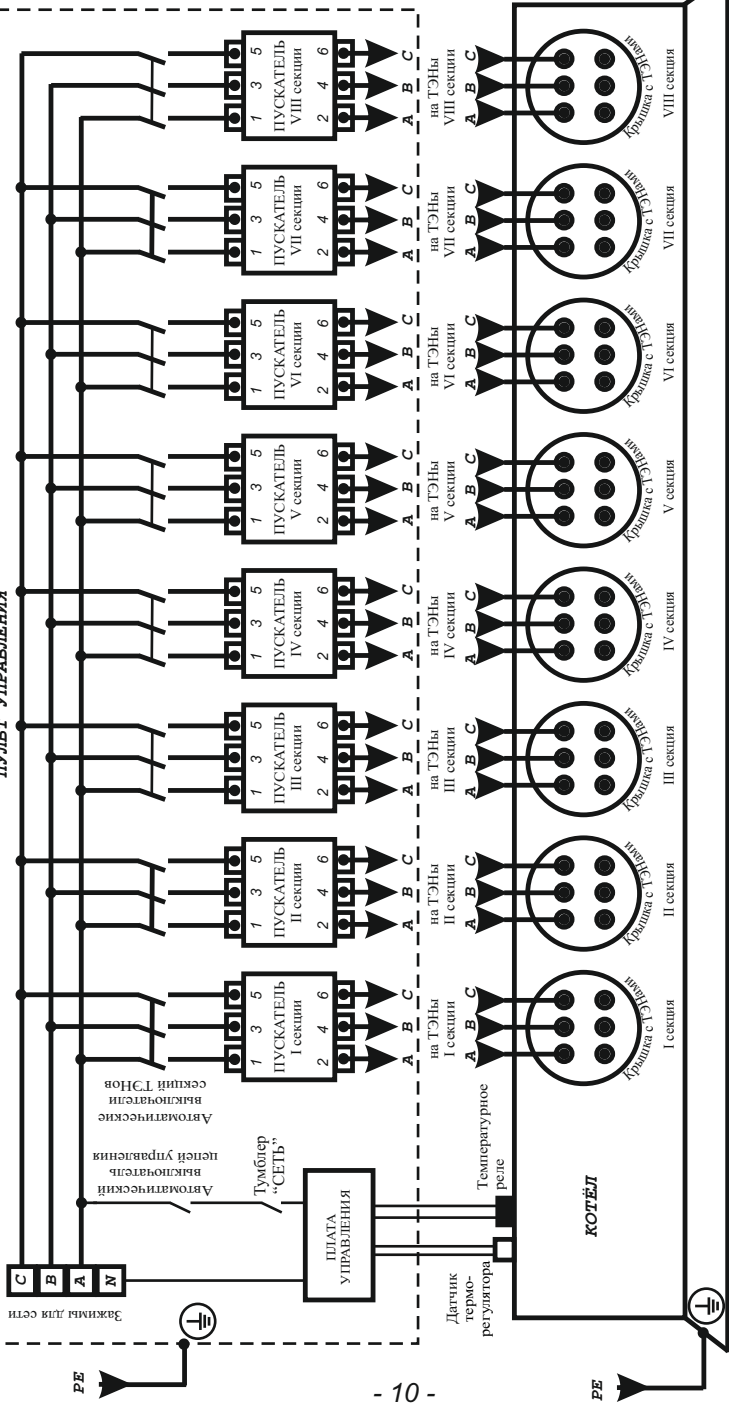

Рисунок 3. Электрическая схема подключения
5.9 Внимание! При эксплуатации прибора запрещается полностью или частично перекрывать вентили на входе и выходе из котла (см. рисунок 3).